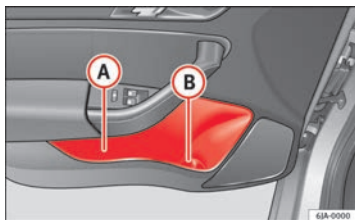

Fig. 95 Porta-objectos no revestimento da porta
Na parte (B) ⇒ Fig. 95 do porta-objectos da porta dianteira encontra-se um porta-garrafas.
Para não limitar o raio de acção dos airbags laterais, utilize apenas a parte (A) ⇒ Fig. 95 do porta-objectos na porta dianteira para armazenar objectos que não o excedam.